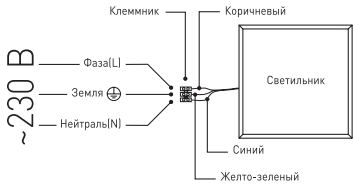

Рис.1. Схема подключения светильника SPD-640
3.3.2. Этот провод необходимо подключить к проводу источника питания с помощью внешней клеммника (в комплект не входит) в соответствии со схемой, изображенной на рис.1; модель SPD-640 не имеет вывода провода.